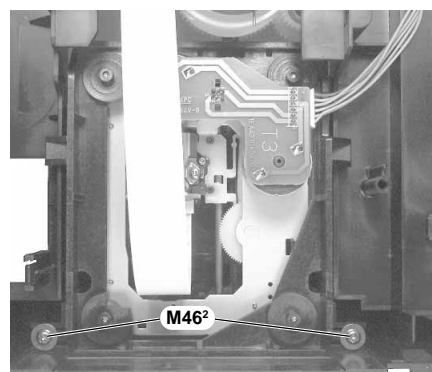

Fig. 20
- Die beiden Schrauben **M462** (Fig. 20) auf der Unterseite heraus-schrauben und das CD-Laufwerk mit dem Laufwerkrahmen von unten herausnehmen.
- Undo the two screws **M462** (Fig. 20) on the bottom and remove the CD drive mechanism together with the frame from the bottom.